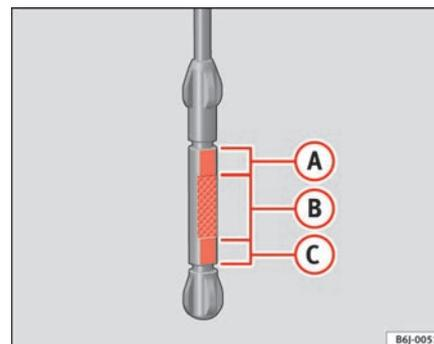

Fig. 125 Vareta de medição do nível de óleo
- Em seguida, retire-a novamente e verifique o nível do óleo ⇒ fig. 125. Caso seja necessário, reponha óleo do motor. ▶